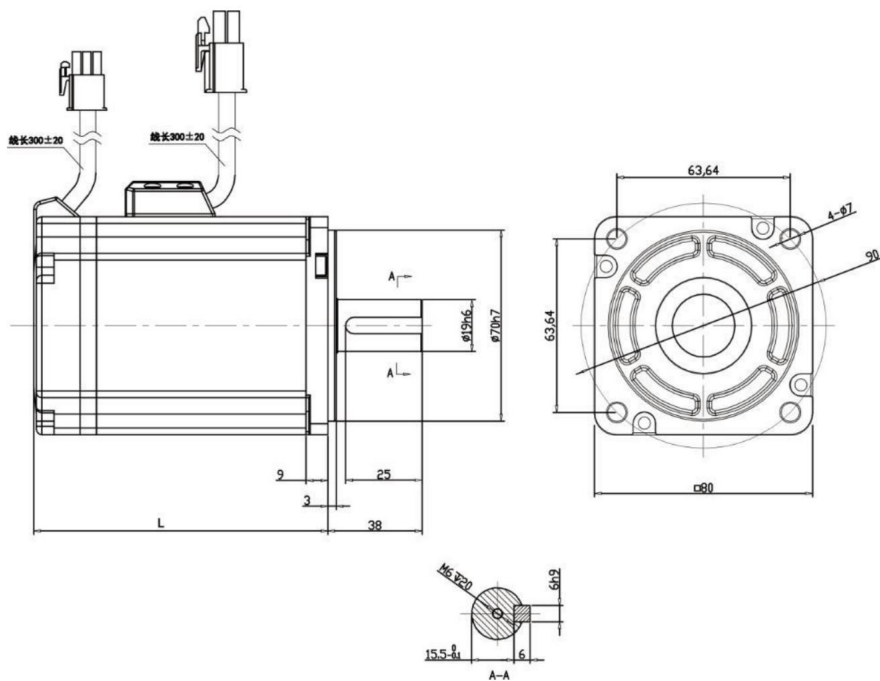

Рисунок 3.3. Двигатели 80 и Таблица 3-2.
- Установочные размеры двигателя типоразмера 80 (см. Рисунок 3.3 и Таблицу 3-2).